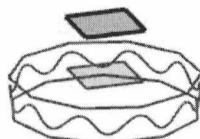

图 1.2.4 基准平面 1
Step5. 创建图 1.2.4 所示的基准平面 1。选择下拉菜单 **插入(S)** → **基准/点(D)** → **基准平面(D)...** 命令，系统弹出“基准平面”对话框。在 **类型** 区域的下拉列表框中选择 **按某一距离** 选项，在绘图区选取 XY 基准平面，输入偏移值 50。单击 **<确定>** 按钮，完成基准平面 1 的创作。